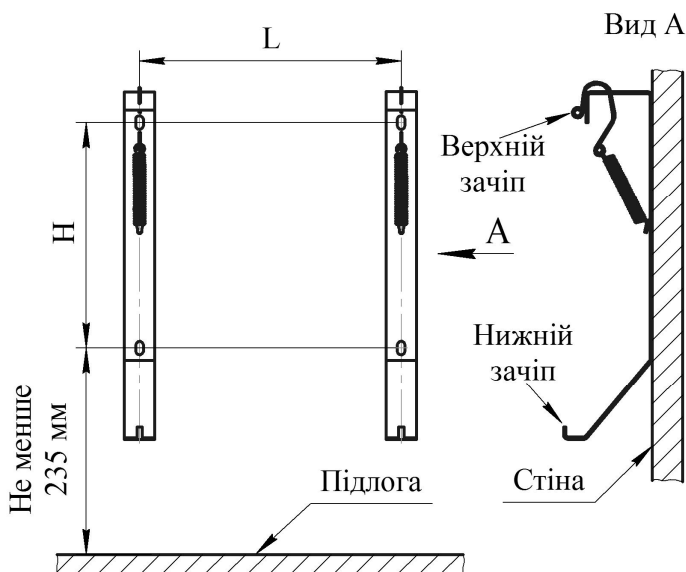
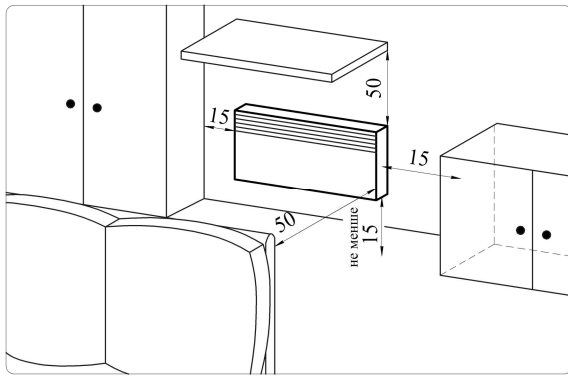

Рис.2 Монтаж кронштейнів для стаціонарного встановлення конвектора
Рис.3 Приклад встановлення конвектора в приміщенні
5.1.4 Для стаціонарного встановлення конвектора виконайте на стіні розмітку під кріпильні отвори (див. рис.2, табл.2) і закріпіть кронштейни для встановлення конвектора, будь-яким доступним способом, забезпечивши надійне кріплення конвектора протягом всього строку експлуатації й дотримуючи мінімальні відстаней від поверхонь конвектора до предметів навколишнього оточення, як показано на рис.3 (відстані дані у сантиметрах).
5.1.7 Розміщення «мобільного» конвектора в приміщенні аналогічно (див. рис.3), при цьому відстань від задньої стінки конвектора до предметів (меблі, штори й т.п.) повинні бути не менш 15 см.